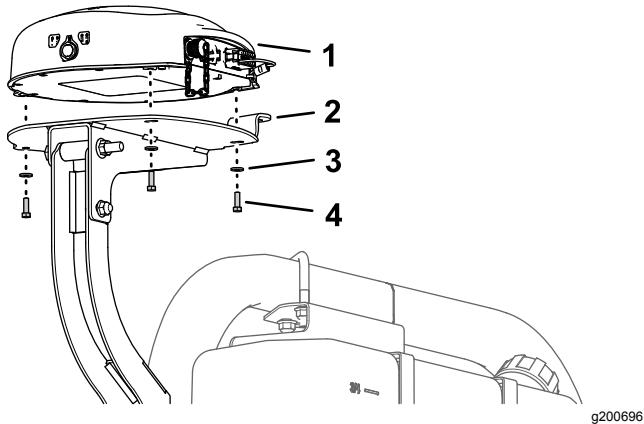

图158
1. 将导航接收器底座的3个螺纹柱与接收器安装支架上的3个孔对齐图158。
2. 使用 3 个六角头螺栓 5 x 16mm 和 3 个垫圈 5mm 将接收器组装到安装支架上 图158。